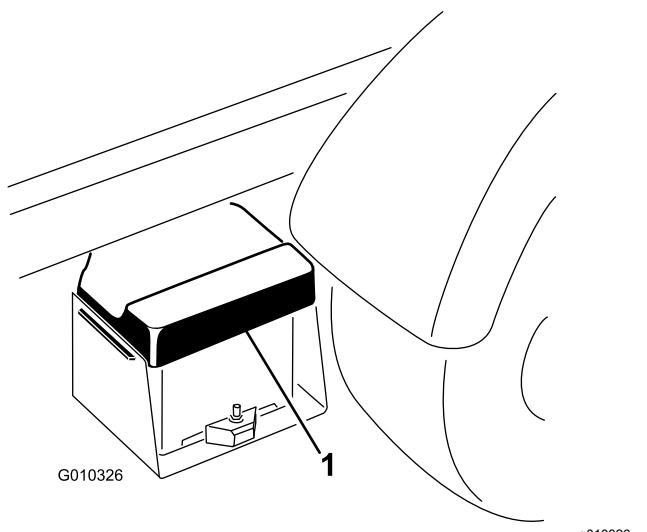

Bild 41
1. Drücken Sie die Batterieabdeckung zusammen, um die Nasen aus dem Batterieunterteil zu lösen, und nehmen Sie die Batterieabdeckung vom Batterieunterteil ab (Bild 41).